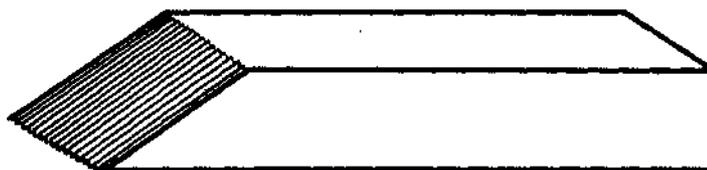

Fig. 10
*Plaina de dentes* (Fig. 10). — A plaina de dentes tem o ferro dentado.